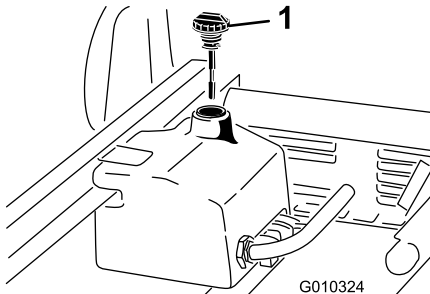

Figura 73
4. Limpie la zona alrededor del cuello de llenado y el tapón del depósito hidráulico (Figura 73).
6. Retire la varilla (Figura 73) del cuello de llenado y límpiela con un paño limpio.